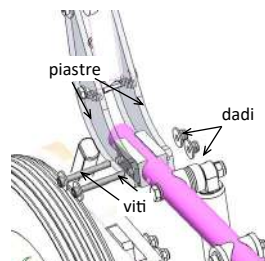

fig. 11.1: Reg.profond.parte posteriore
- **Regolazione profondità parte posteriore** (fig. 11.1):